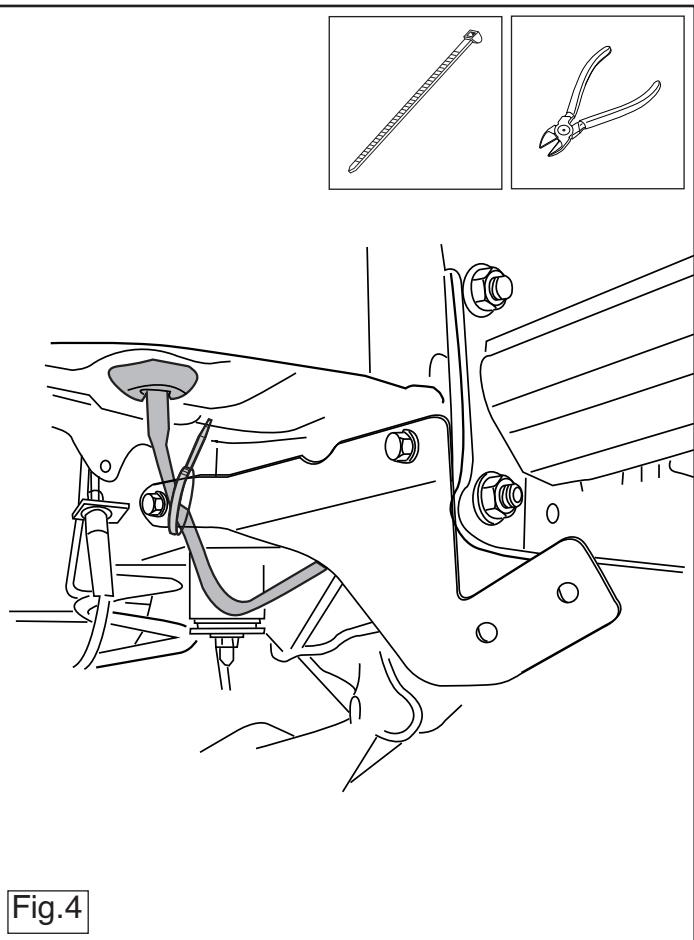

Fig.4
- привязать провода пластмассовой проволокой. См. рисунок 4